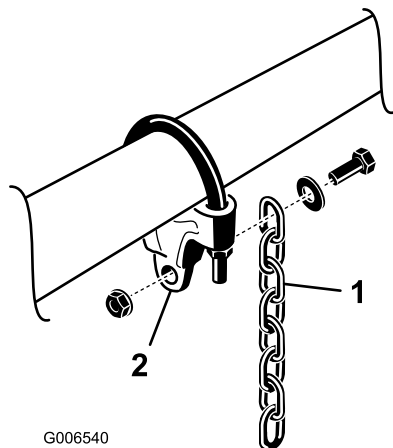

図 12
5. 各チェーン・ブラケットに、昇降チェーンを取り付ける。各ブラケットにネジ、ワッシャ、ナット7各個を使用し、図 12のように取り付ける。